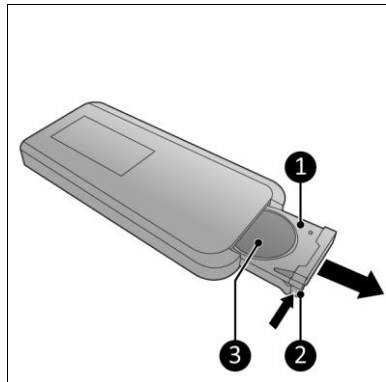

Figura 11
1. Apăsăți pe buză (Figura 11, poz. 2) și scoateți fanta (Figura 11).
2. Scoateți bateria (dacă există) (Figura 11, poz. 3).
6. Scoateți acumulatorul din telecomandă (Figura 11).